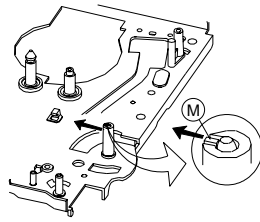

Fig. 16
- An der Laufwerkunterseite die Rastnase (M) (Fig. 16) lösen und Bremsband mit Bandzugfühler (Pos. A2500) herausnehmen.